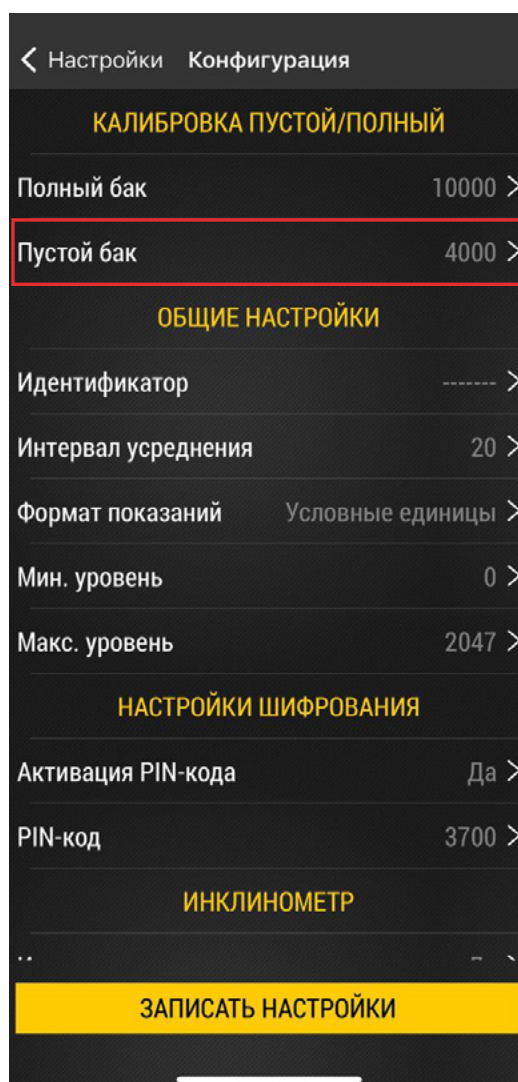

Рис.12. Меню «Конфигурация».
- В меню «Конфигурация» выберите «Пустой бак» (**Рис.12**). Откроется меню установки показаний пустого бака. Анимация на экране отображает текущие показания и наличие колебаний.